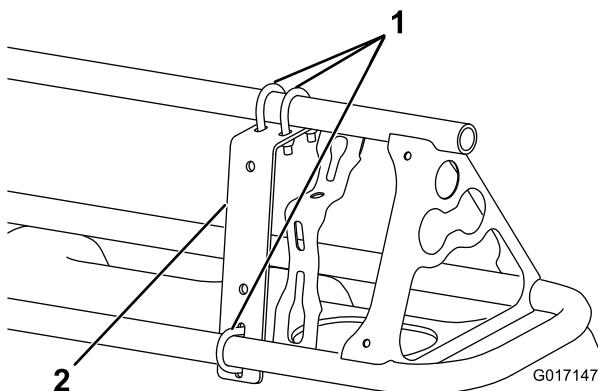
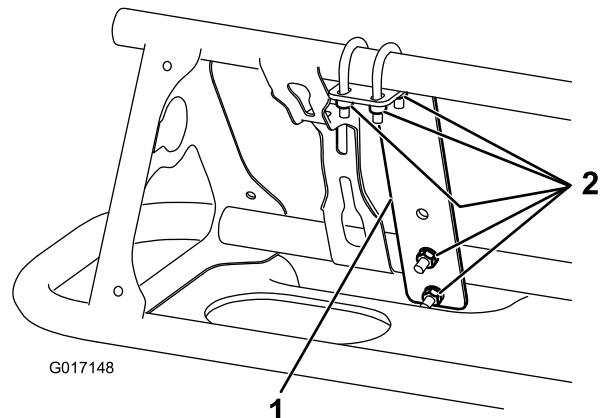

Figura 8
Figura 9
1. Instale un soporte de montaje en el lado delantero de cada brazo cerca de la boquilla exterior con 3 pernos en U y 6 contratuerca (1/4 pulgada) (Figura 8 y Figura 9).